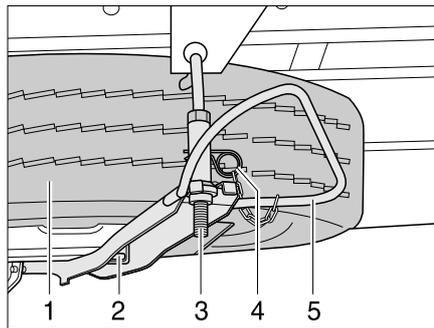

Bild 272 Ersatzrad-Halterung (Iveco)
- Splint (Bild 272,4) herausziehen.
- Bügel (Bild 272,5) gegen das Ersatzrad drücken und den Halter (Bild 272,3) aushängen.
- Mutter (Bild 272,2) lösen und Ersatzrad (Bild 272,1) entnehmen.